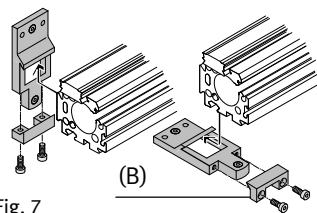

Fig. 7
1. Вначале зафиксируйте все панели (A) профильных креплений на базовой поверхности (например, на станине машины).
2. Установите DGCI с профилем “ласточкин хвост” на панели (→ Fig. 7).
3. Вставьте крепежные винты через скобы (B) в профильное крепление и слегка затяните их, чтобы DGCI еще оставался подвижным.